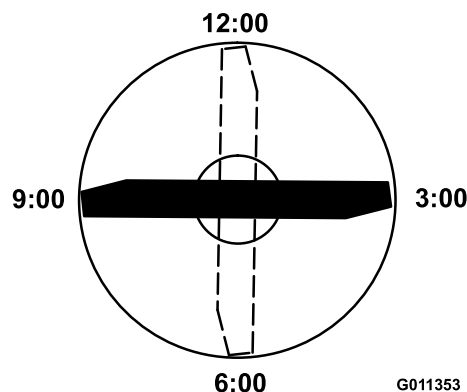

Figure 85
4. Positionnez le tranchant de l'extrémité repérée à la position 12 heures (droit devant dans la direction de la tonte) (Figure 85) et mesurez la hauteur de la surface plane au tranchant de la lame.
5. Tournez l'extrémité repérée de la lame aux positions 3 et 9 heures (Figure 85) et mesurez les hauteurs respectives.